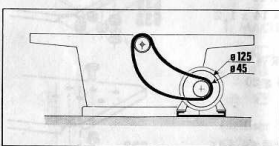

Figure 5
- lorsqu'on se sert d'une machine, enlever la courroie de la poulie-moteur Ø 125 mm pour la laisser patiner sur l'étagé inférieur Ø 45 mm (fig. 5)